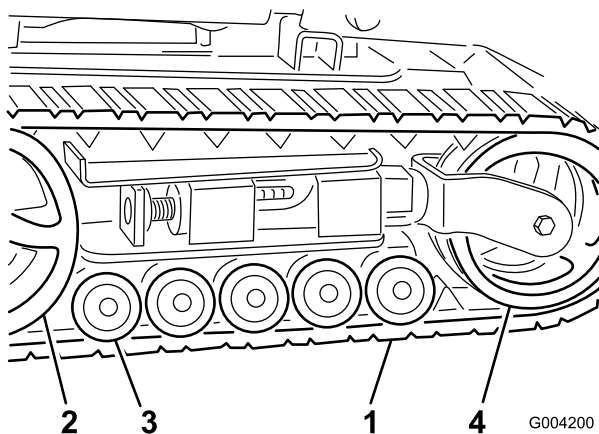

Figure 43
**Important:** Nettoyez soigneusement les galets de roulement, la roue de tension et le barbotin d'entraînement (Figure 43). Les galets de roulement doivent tourner librement lorsqu'ils sont propres.